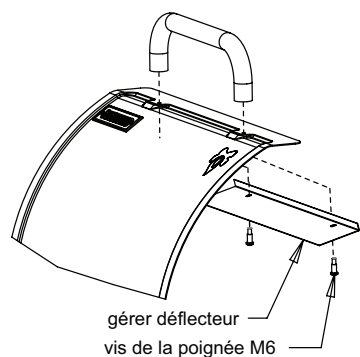

Fig. 3
1. Monter la poignée comme indiqué à la Fig. 3.